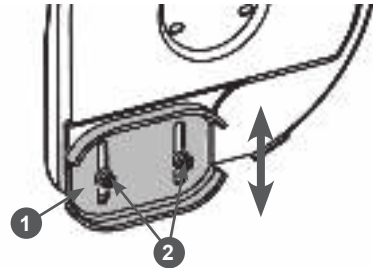

Рис. 29 Регулировка высоты забора снега
2. Открутите гайки 2 крепления ползочка 1 на 1-2 оборота и установите ползочок на необходимую высоту (Рис. 29). Снова затяните гайки.